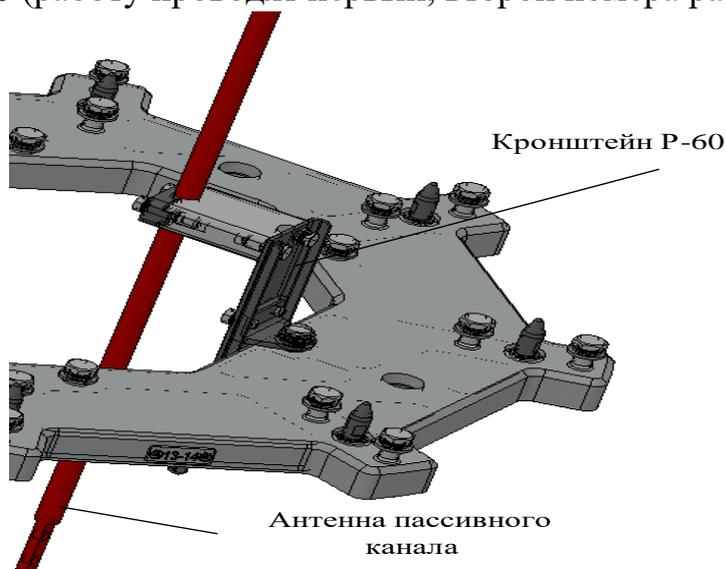

Рис. 8.8. Установка кронштейна Р-60 и антенны пассивного канала
- устанавливается кронштейн Р-60 (ЮКШЖ.301224.060), предназначенный для крепления антенны пассивного канала, на диск внутри проема болтом М размером 10×55 (рис. 8.8). Антенна пассивного канала закрепляется к кронштейну Р-60 (работу проводят первый, второй номера расчета);